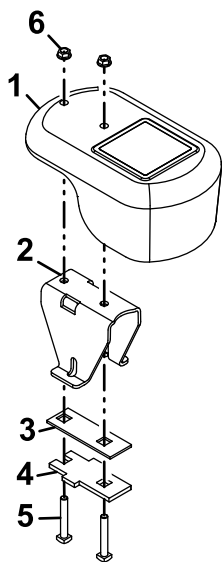

Figura 7
- Utilizzate i bulloni ($\frac{3}{8}$ " x $2\frac{1}{2}$ ") e i dadi ($\frac{3}{8}$ ") per fissare le piastre alla zavorra (Figura 7).